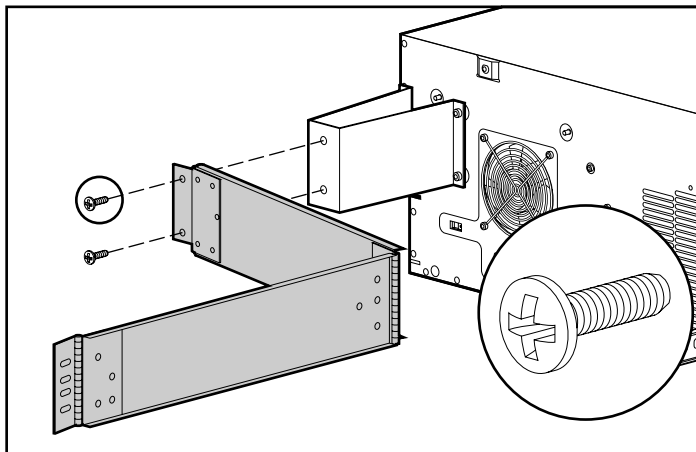

Figure 3-14 : Bras guide-câbles fixé à son support
1. Après avoir installé le boîtier 5U dans le rack, fixez une extrémité du bras guide-câbles au support guide-câbles à l'aide d'un tournevis Phillips n°3 et de deux vis Phillips M6 x 1.0-12L. Alignez le bras sur son support, comme décrit par la figure 3-14.